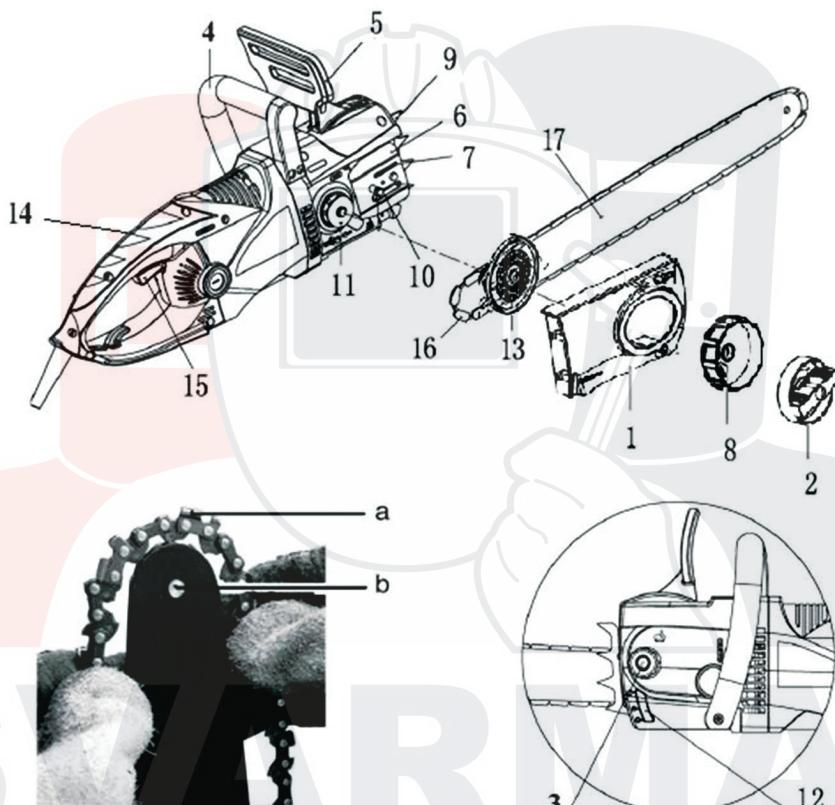

Рис.2
Основные элементы и части электропилы представлены на рис.2.
5.1 Установка шины и режущей цепи (рис.2).